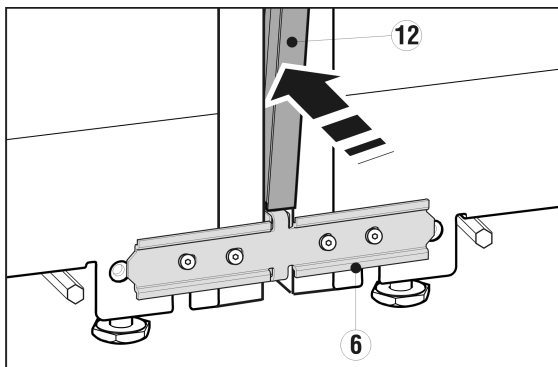

Fig. 7
Перед установкой сведите обе перемычки планки из нержавеющей стали *Fig. 7 (12)* вместе по всей длине. Так планка легче войдет в зазор. Для вдавливания планки используйте мягкую ткань, чтобы не допустить образования вмятин на ее поверхности. Планку следует вдавливать аккуратно и прямо, чтобы получить оптимальное соединение.
- ▶ Вдавите длинную планку из высококачественной стали *Fig. 7 (12)* в вертикальную щель на передней стороне: Обратите внимание, что планка опирается на крепежный уголок *Fig. 7 (6)*.